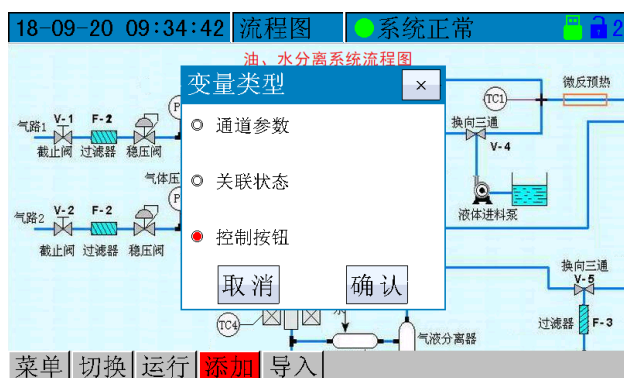

图 17
- (1) 点击下部“组态”按钮，登录后点“添加”，在弹出对话框中选择“控制按钮”（图 17）；